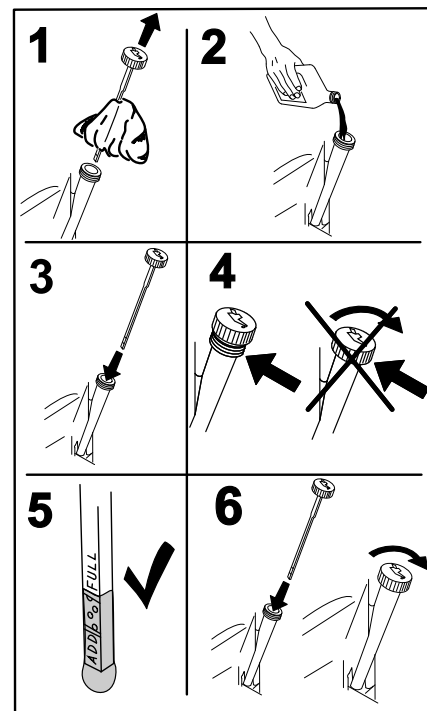

Figure 45
4. Versez lentement environ 80% de l'huile spécifiée dans le tube de remplissage puis faites l'appoint lentement jusqu'à ce que le niveau atteigne le repère du plein (**Full**) (Figure 45).